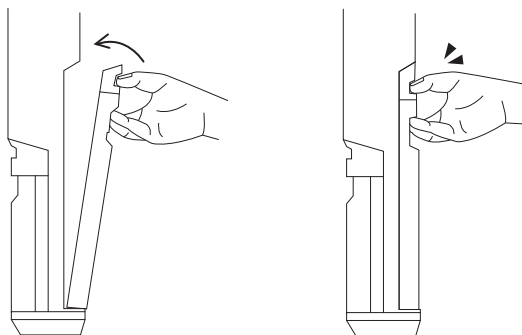

Рис. 6
- Закройте отверстие заглушкой и установите резервуар для чистой воды в основной блок до щелчка (Рис. 6).